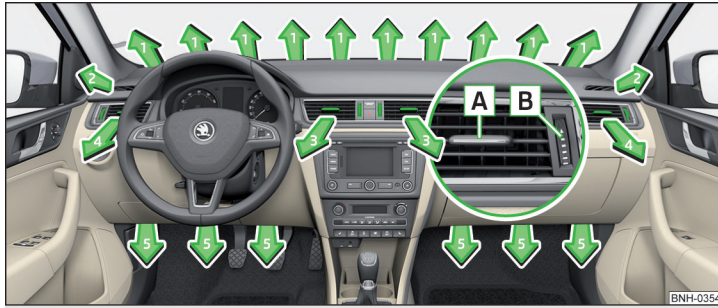

Abb. 91 Luftaustrittsdüsen
Bei den Luftaustrittsdüsen **3** und **4** » Abb. 91 kann die Luftstromrichtung geändert und die Düsen können auch einzeln geschlossen und geöffnet werden.
- Die waagerechten Lamellen mithilfe des verschiebbaren Verstellelements **A** » Abb. 91 nach oben oder unten drehen, um die Höhe der Luftströmung zu ändern.
- Den Regler **B** » Abb. 91 nach oben drehen.
- Den Regler **B** » Abb. 91 nach unten drehen.